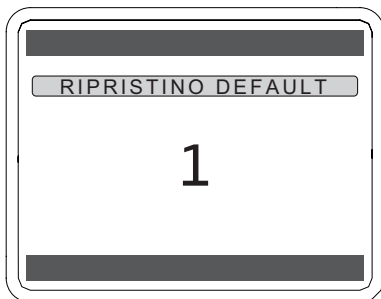

Figura 5.88
- Premere il tasto (✓) per entrare nel campo selezionato e premere il tasto (∨) o (∧) per impostare il valore a "1" (Figura 5.88).